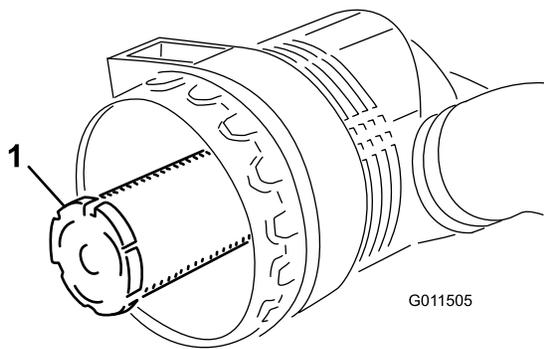

**Figura 46**
4. Retire el filtro primario (Figura 46).
7. Cambie el filtro primario (Figura 46).